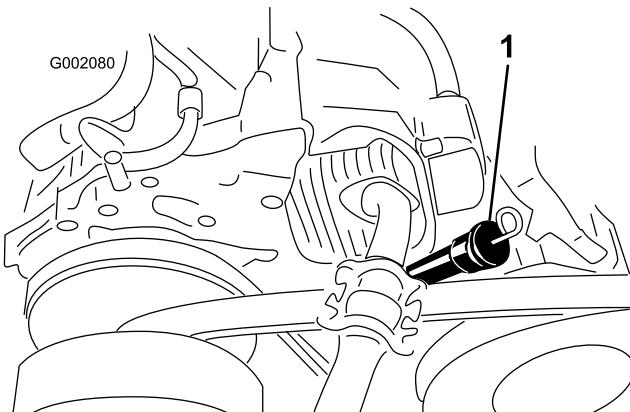
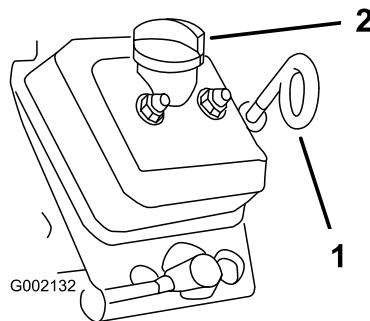

Figura 10
Figura 11
2. Limpe a zona em redor da vareta do óleo (Figura 10 para os modelos n.º 07266/TC e Figura 11 para os modelos n.º 07273/TC) para que não entre sujidade no orifício que possa danificar o motor.